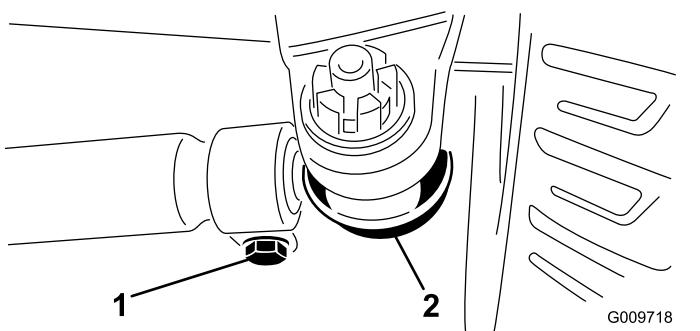

Figure 101
| 3. Pour le réglementement, retirez la goupille fendue et l'écrou de l'une des rotules de biellette (Figure 101). | |
5. Desserrez les fixations aux deux extrémités des biellettes (Figure 101).